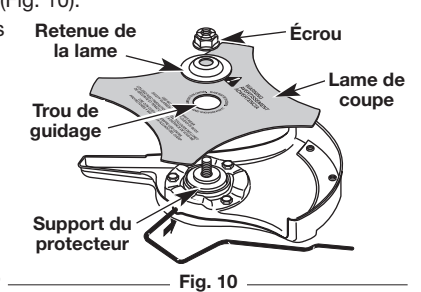

Fig. 10
1. Placez la lame de coupe sur la bague de l'arbre de sortie (Fig. 10).